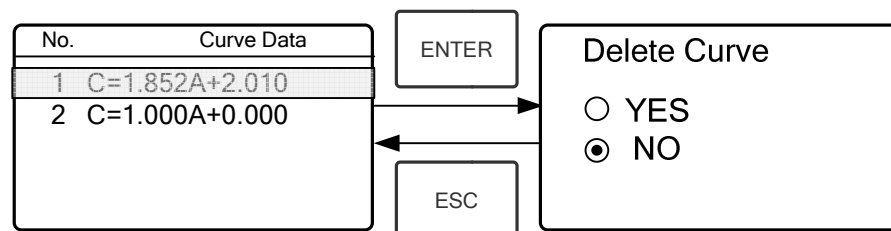

Fig. 4-20
- ★ Mueva el cursor sobre la ecuación de curva que ya no necesitará más y presione , después el sistema le preguntará para confirmarlo de nuevo. (Fig. 4-20)